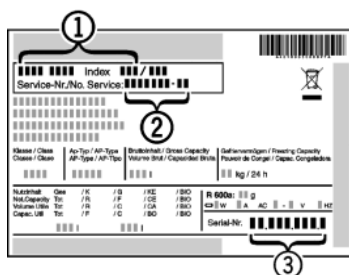

Fig. 14
- ▶ Označení přístroje *Fig. 14 (1)*, servisní číslo *Fig. 14 (2)* a sériové číslo *Fig. 14 (3)* naleznete na typovém štítku. Identifikační typový štítek je umístěn na levé vnitřní stěně přístroje.
- ▶ Informujte zákaznický servis a sdělte poruchu, označení přístroje *Fig. 14 (1)*, servisní číslo *Fig. 14 (2)* a sériové číslo *Fig. 14 (3)*.